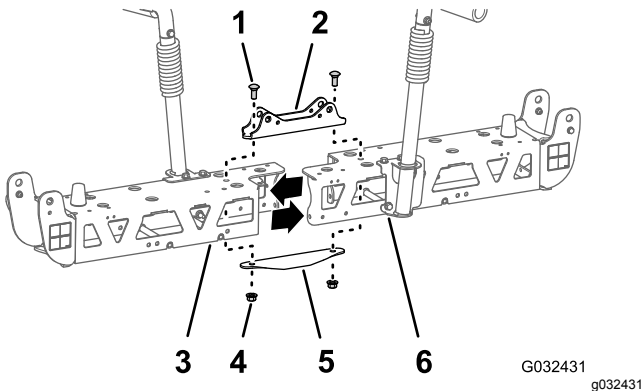

Figure 53
- Retirez les 2 boulons de carrosserie (1/2" x 1 1/4") et les 2 contre-écrous (1/2") qui fixent le support de vérin étroit, les cadres en treillis droit et gauche, et la plaque de liaison étroite (Figure 53).